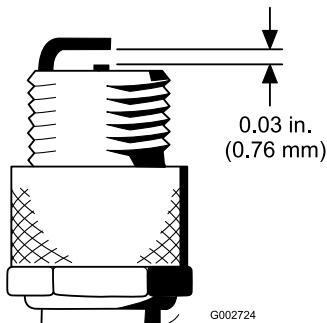

Figura 28
- Ajuste el hueco entre los electrodos central y lateral a 0,76 mm (Figura 28). Tras ajustar correctamente los electrodos, coloque la bujía con su junta y apriétela a 23 Nm. Si no utiliza una llave dinamométrica, apriete la bujía firmemente.